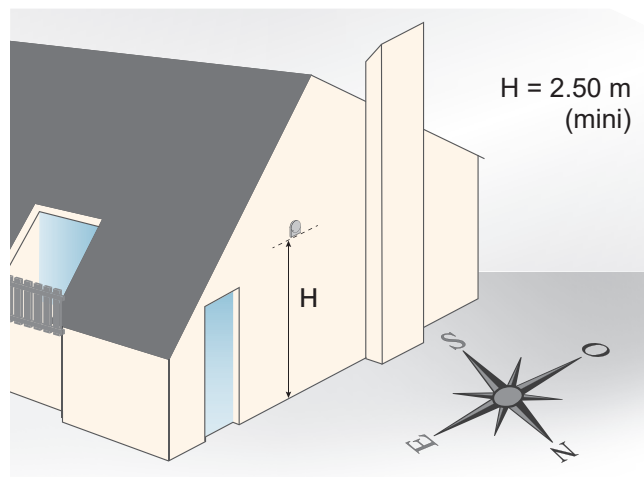

fig. 42 - Sonde extérieure (préconisation d'exposition)
- Effectuer les raccordements suivant le schéma (fig. 42).
Respecter la correspondance entre les repères des borniers du module hydraulique et de l'unité extérieure lors du raccordement des câbles d'interconnexion (fig. 42).
- Raccorder les alimentations électriques des appoints au tableau électrique (fig. 42).
Raccorder le contact "fournisseur d'énergie" sur l'entrée 9 (Tarifs - EX2) (fig. 42).
Raccorder le délesteur sur l'entrée 8 (Délestage - EX1) (fig. 42).
- Raccorder l'organe externe sur l'entrée 10 (Défauts externes - EX3) (fig. 42).